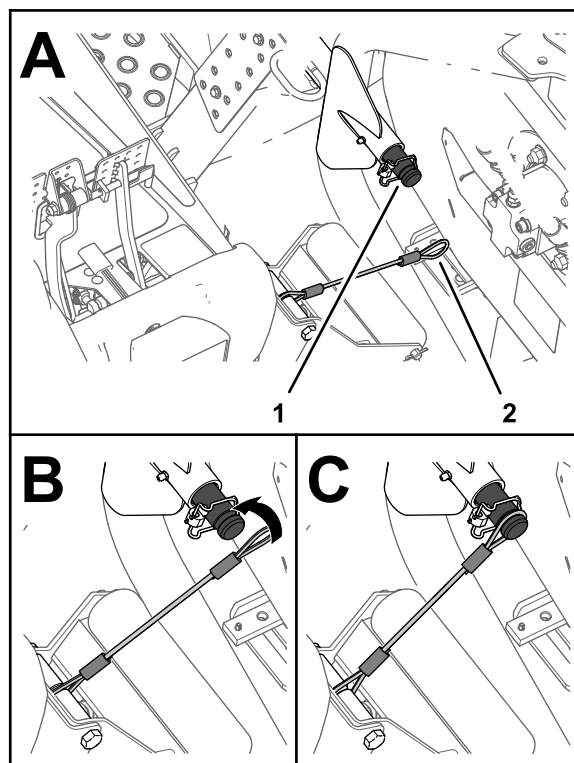

Bild 71
5. Fluchten Sie die Verbindungsleine zur Trägerwelle des Hubarms für das äußere Frontmähwerk aus (Bild 71).
6. Schieben Sie die Schleife der Verbindungsleine über die Trägerwelle, bis die Verbindungsleine fest in der Rinne der Welle sitzt (Bild 71).